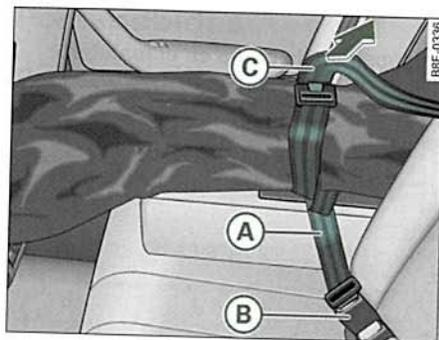

Fig. 107 Modo de asegurar el saco para objetos alargados en el cierre del cinturón de seguridad central del asiento trasero
- Introduzca el cinturón (A) ⇒ fig. 107 del saco en el cierre del cinturón central (B).
- Tense el cinturón por su extremo libre (C).